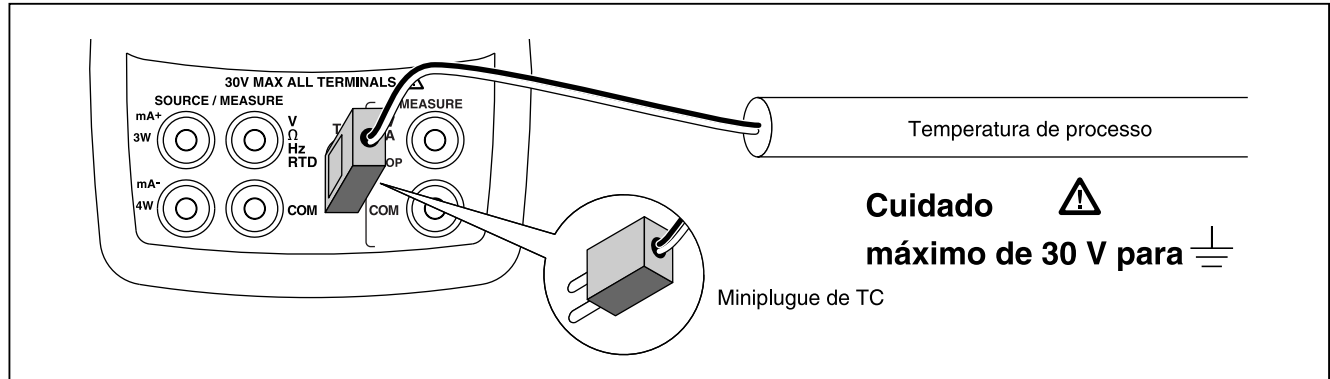

Figura 10. Medição de temperatura com termopar
2. Anexe os terminais do termopar ao miniplugue TC adequado; em seguida, à entrada/saída de TC, conforme mostrado na Figura 10.